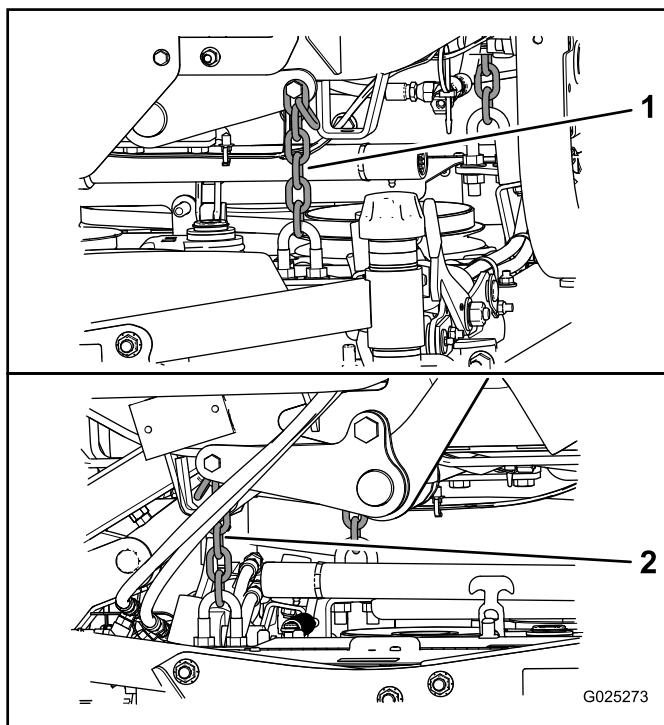

Figura 7
- Ajuste las contratuerca de los pernos en U (Figura 6) que sujetan las cadenas traseras de la carcasa (Figura 7) a la carcasa de corte, para elevar la parte trasera del cortacésped hasta que la inclinación de las cuchillas sea de 8 a 11 mm.
8. Ajuste las contratuerzas que fijan las cadenas a la carcasa de corte hasta que la carcasa de corte quede nivelada (Figura 7).